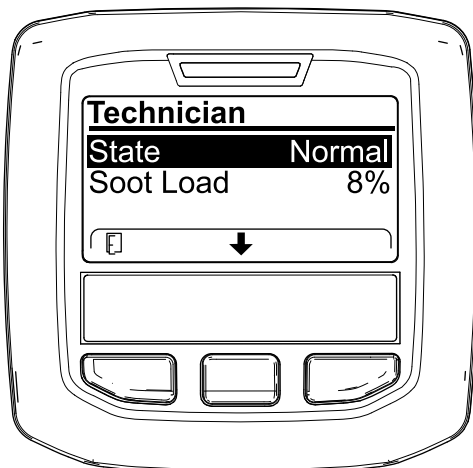

Рисунок 44
- Используйте рабочую таблицу по фильтру DPF, чтобы понять текущее состояние работы DPF (Рисунок 44).